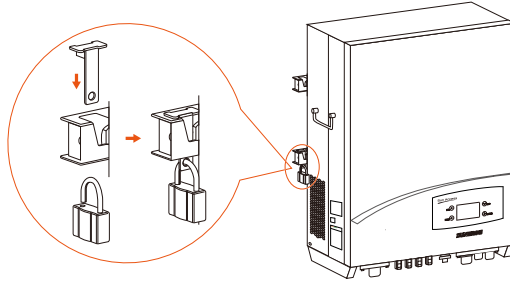

Fig. 4-7 Befestigung des Wechselrichters an der Wandhalterung
6. Heben Sie den Wechselrichter gemeinsam mit anderen Personen über die Wandhalterung und lassen Sie ihn in die Halterung rutschen. Stellen Sie dabei sicher, dass die Zugschrauben an der Rückseite des Wechselrichters und die Führungsrillen, wie in Fig. 4-7 dargestellt, genau ineinander greifen.